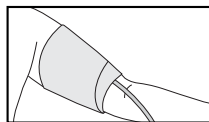

Рис.10
4. Ако ръката има силно изразена конусна форма, препоръчително е да се слага маншона по спиралообразно, както е показано на рисунката (рис.10).